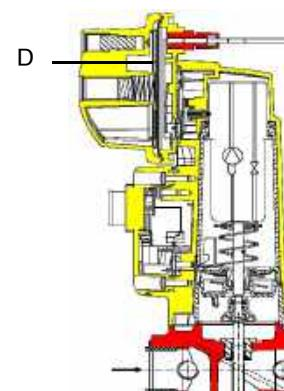

Рис. 5
**ВНИМАНИЕ:** диафрагма D исполнительного механизма SKP2 должна находиться в вертикальном положении (Рис. 5).